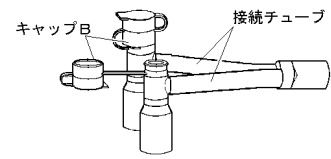

図 2
- 8) 片肺を収縮させる際は、収縮側の肺に通じるシーベルコネクタのキャップB（3.使用方法等に関連する使用上の注意の4）コネクタに関する事項の図.2参照）を開け、大気開放状態とし、さらに収縮側の接続チューブをクランプする。
- ・ 肺を収縮させる際に、何れかのキャップBを開け、大気開放状態にする。（図.2）
- ④ 片肺を収縮させる際は、収縮側の肺に通じる接続チューブをクランプする。[接続チューブ以外はクランプしないこと]